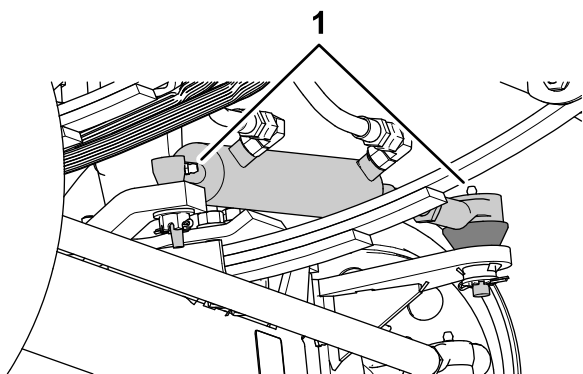
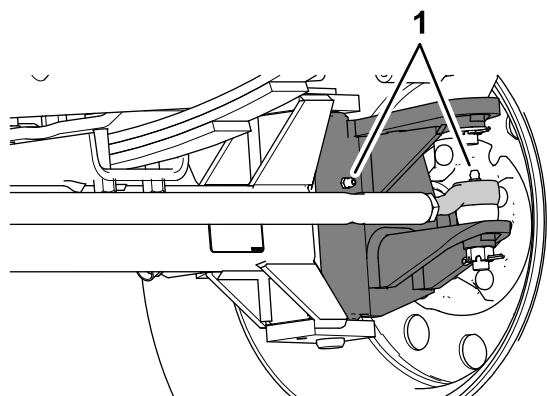

Рисунок 62
Рисунок 63
1. Начисто протрите масленки (Рисунок 62 и Рисунок 63).
2. Закачайте в масленки консистентную смазку (Рисунок 62 и Рисунок 63).
Примечание: Расположение масленок показано на Рисунок 62.